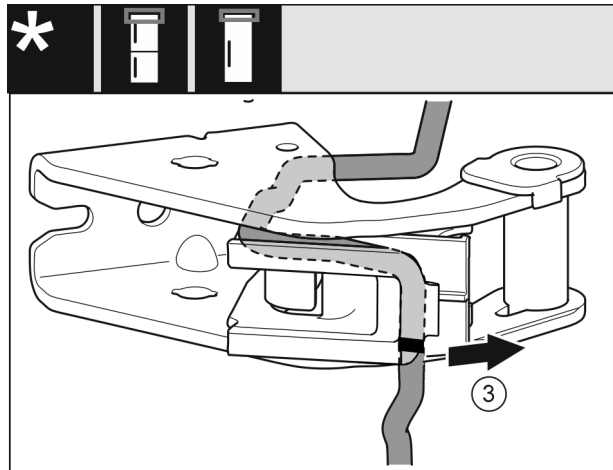

Fig. 15
- ▶ Kábel s držiakom kábla demontujte z ložiskového stojana. Fig. 15 (3)